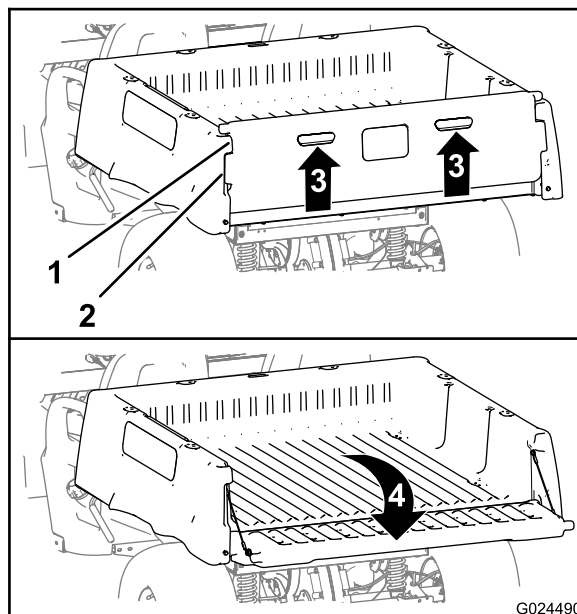

図 15
2. テールゲートのバックパネルについているフィンガーグリップを持ち上げる 図 15。
3. テールゲートのロックフランジを、荷台のテールゲートフランジの開口に合わせる 図 15。
4. テールゲートを後方に倒す 図 15。
6. テールゲートを立てて閉じ、ロックフランジテールゲート側がテールゲートポケット荷台側と面一になるようにする 図 15。
7. 荷台の背部まで、テールゲートを下る 図 15。